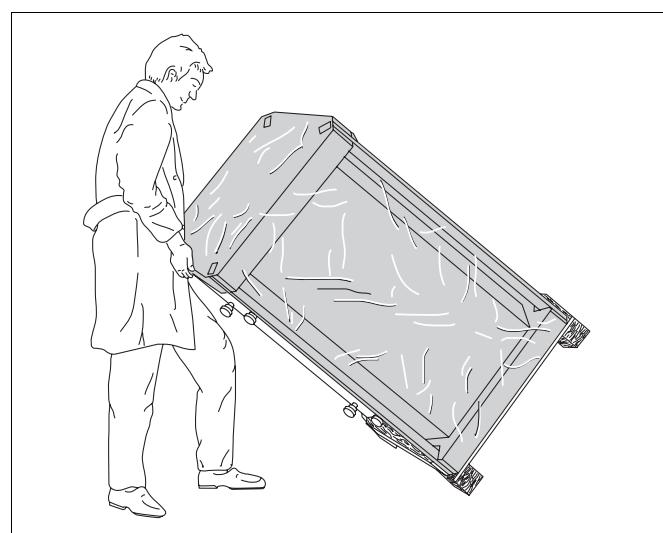

Рис. 4 Установка бака-водонагревателя
- Опрокинуть бак через край поддона и установить на пол (рис. 4).